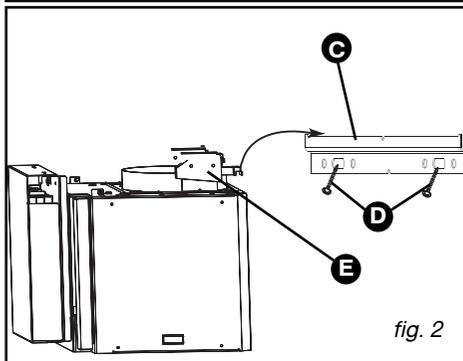

fig. 2
– Aparafuse a barra de fixação à parede (C/fig. 2) com os 2 parafusos (D/fig.2).
– Fixe o exaustor por meio das respectivas suspensões (E/fig. 2).
– Ajuste a altura e o nível através dos parafusos de ajuste (E / fig. 2) dos suportes (o parafuso superior para regular a horizontalidade, o parafuso inferior para regular a colocação na parede).
– Monte a válvula de retenção na saída do motor (fig. 2). Esta válvula de retenção permite obstruir a entrada de ar vindo do exterior.